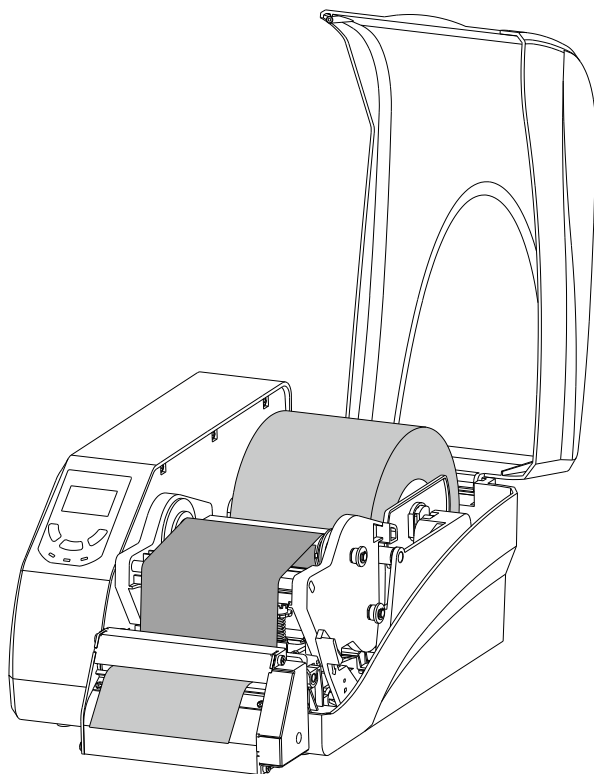

图 2-20
5. 关闭打印机电源，依次安装好碳带、纸卷（可参考标准模式下的纸卷安装步骤），标签纸需从切刀穿出，如图 2-20 所示。